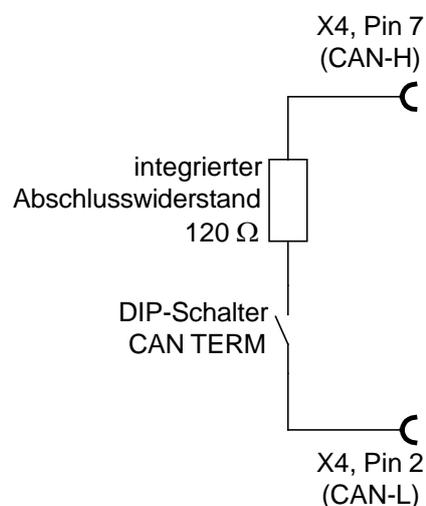

Abbildung 28: Integrierter CAN-Abschlusswiderstand
- ❖ An beiden Enden des CAN-Bus-Kabels muss jeweils genau ein Abschlusswiderstand von $120 \Omega \pm 5 \%$ vorhanden sein. Alle Servopositionierregler der Gerätefamilie ARS 2100 FS verfügen bereits über einen integrierten Abschlusswiderstand, der mittels dem frontseitig angebrachten DIP-Schalter „CAN TERM“ aktiviert/deaktiviert werden kann (siehe *Abbildung 11* und *Abbildung 28*)